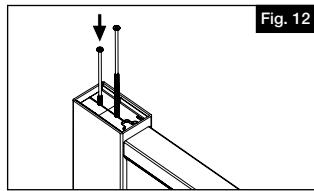

Fig. 12
- h. Instale un segundo montante de remate entre los travesaños superior e inferior. Agregue cemento vinílico en el segundo montante de portón e instálelo (Fig. 12).